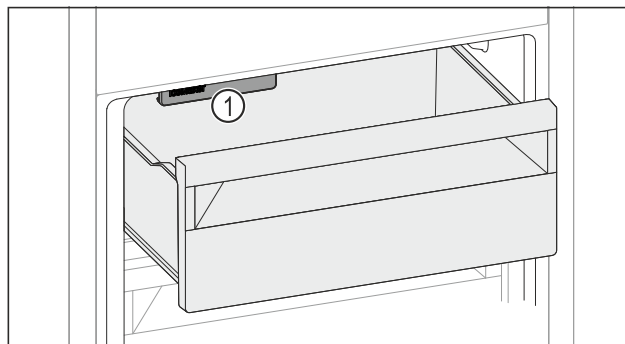

Fig. 157
- ▶ Tenez compte de l'IceMaker Fig. 157 (1).